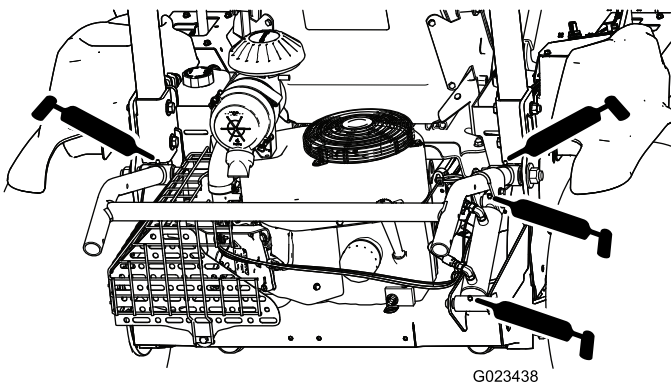

Figura 37
- Elevação do acessório (4)—Figura 37